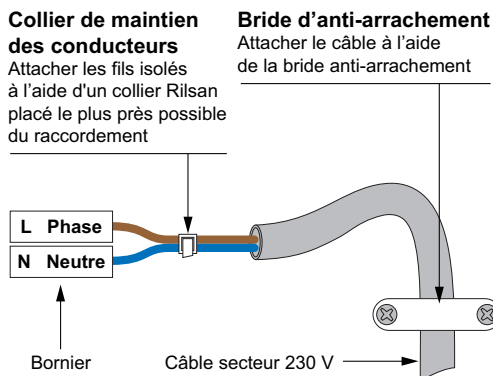

Figure 3
- Des dispositifs mécaniques doivent assurer le maintien du câble (cf. figure 3 ci-contre).